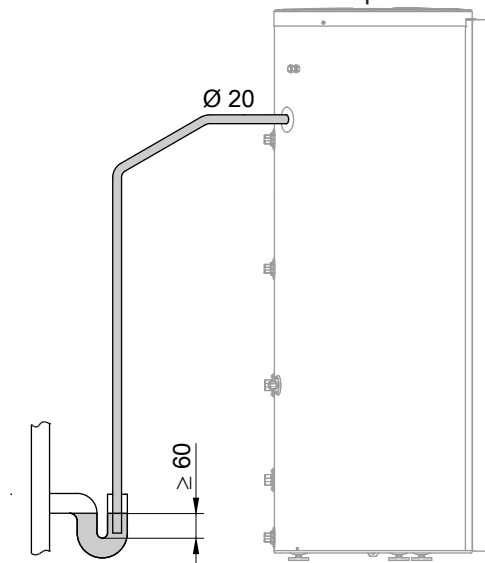

Abb. 19
- Ggf. an einen bauseitigen Siphon anschließen: Siehe Abb. 19. Dabei auf festen Anschluss am Siphon achten.